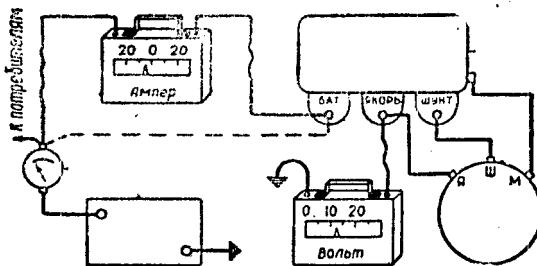

Рис. 41. Схема проверки реле обратного тока.
1. Отединить провод от клеммы БАТ реле-регулятора и включить между этим проводом и клеммой БАТ контрольный амперметр (рис. 41).